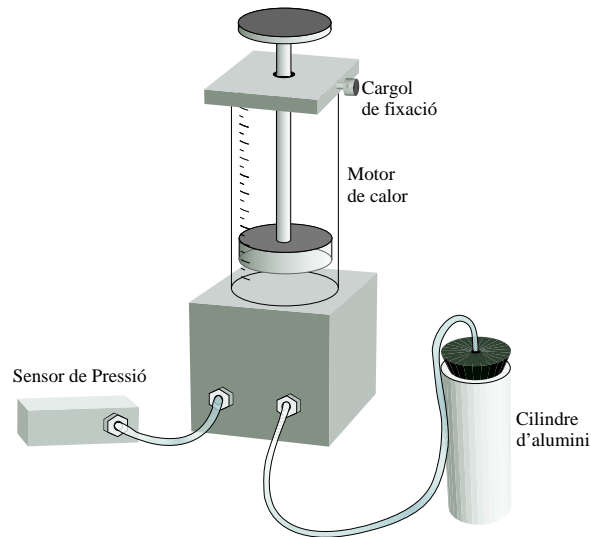
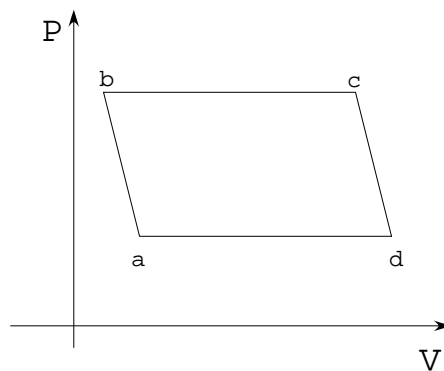
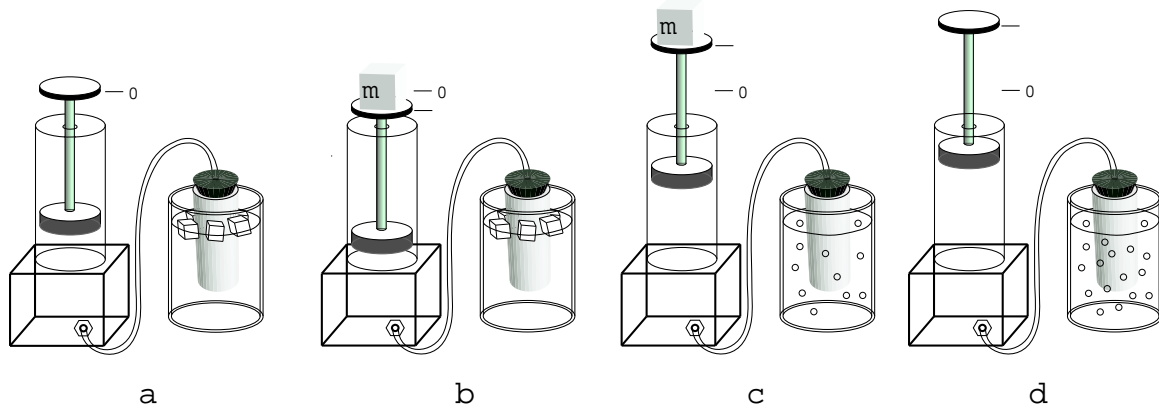

Figura 2: Motor de calor.
Figura 3: Cicle del motor de calor.
Figura 4: Passos del cicle del motor de calor. (Per simplicitat, el diagrama no mostra el sensor de pressió, connectat a l'altre port de la caixa del pistó.)
Les petites dimensions i la fragilitat dels materials dels quals està construït el motor que ens mostra la Figura 2 ens permeten fer només un petit treball útil, tanmateix, la simplicitat d'aquest motor t'ajudarà a entendre correctament els principis bàsics que regeixen el seu funcionament i que són els mateixos per a qualsevol motor tèrmic com, per exemple, el motor de combustió interna d'un automòbil. Fent treballar aquest motor entre dos banys tèrmics, un a una alta temperatura i l'altre a una baixa temperatura, farem que el motor segueixi un cicle del qual n'obtidrem un treball útil, que ens permetrà pujar una pesa fins a una certa alçada. El cicle que segueix el motor es el que es mostra en la Figura 3 i consta de dos processos a pressió constant (isobàrics) i dos adiabàtics. Aquest cicle es pot realitzar seguint els passos que es mostren a la Figura 4.
- Amb els valors del volum i la pressió corresponents a cada un dels quatre punts a, b, c i d del cicle i utilitzant paper mil·limetrat fes un diagrama tal com el de la Figura 3. Determina quina és l'àrea (en mm^2) tancada per les rectes que uneixen aquests quatre punts. Aquesta àrea és proporcional al treball útil, per tant fes les conversions d'unitats pertinents i determina aquest treball útil, en **Joules**, fet pel motor tèrmic.